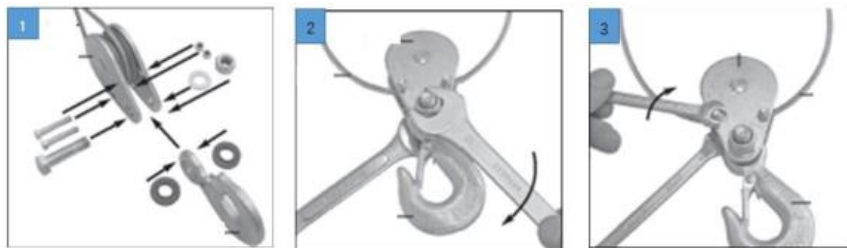

Рис. 4
4. Двойной трос по схеме установки шкива (Рис. 4)